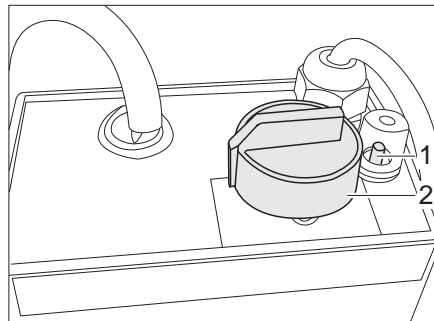

Bild 199 Regler für elektrische Fußbodenerwärmung
- Den Drehregler (Bild 199,2) auf die gewünschte Heizstufe drehen.
- Den Drehregler (Bild 199,2) auf Stellung "0" drehen.
Wenn der Regler überlastet wird, spricht der Überlastungsschutz an. Der Stift (Bild 199,1) springt heraus.
- Den Stift (Bild 199,1) am Überlastungsschutz eindrücken, wenn der Regler abgekühlt ist.